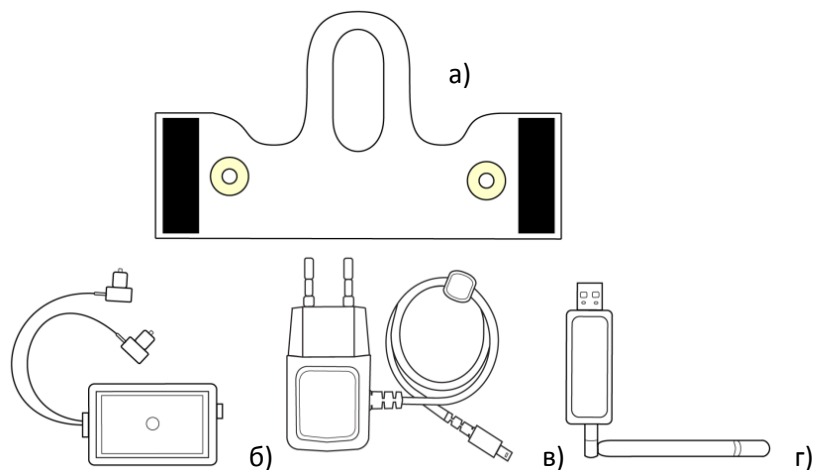

Рисунок 3. Комплект поставки
1. Жакет для грызуна (2 шт.) (рис. 3 а)
2. Устройство «Физиобелт» в сборе с датчиками (рис. 3 б)
3. Зарядное устройство (рис. 3 в)
4. Приемно-передатчик (рис. 3 г)